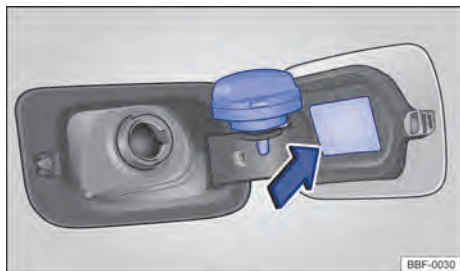

Fig. 143 Portinhola do tanque de combustível aberta com a tampa do tanque de combustível pendurada.
- Destravar o veículo com a chave do veículo ou pressionar o botão do travamento central ❶ na porta do condutor para destravar o veículo por dentro → Página 67.
- Remover a tampa do tanque girando-a no sentido anti-horário e encaixá-la no suporte na portinhola do tanque → Fig. 143.